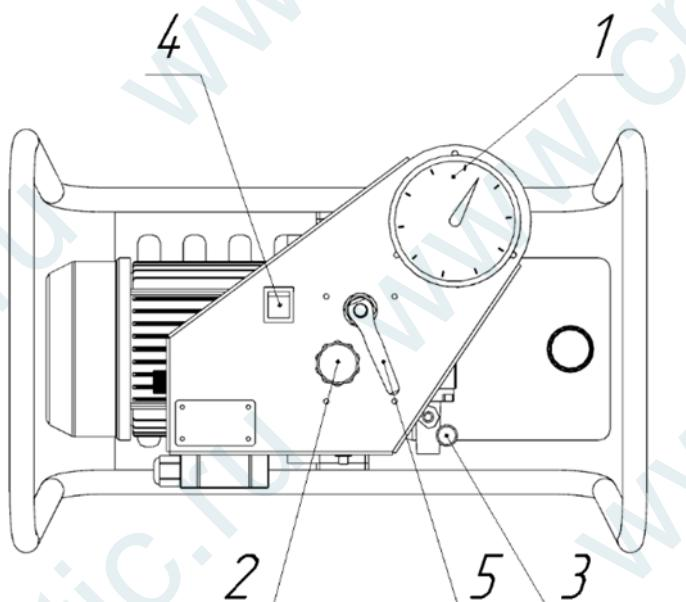

Рис. 2
**ВНИМАНИЕ!!!**Перед началом работ с гидростанцией открыть перепускной клапан и сбросить давление (Рис. 2 поз. 5).
**Перепускной клапан**(байпас) предназначен для сброса давления. Для полного сброса давления повернуть ручку до упора против часовой стрелки (**Рис. 2 поз. 5 стр. 9**).
**Редукционный клапан** служит для регулировки величины давления. Для увеличения давления – вращение вентиля по часовой стрелке, для уменьшения – против часовой стрелки (**Рис. 2 поз. 2 стр. 9**).
Давление масла в гидросистеме отображается на манометре (**Рис. 2 поз. 1 стр. 9**).